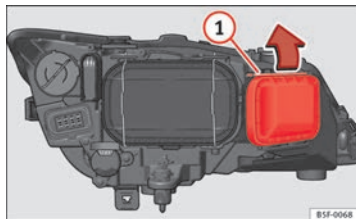

Fig. 142 Ampoule du clignotant
- Déplacez le tirant ⇒ fig. 142 ① dans le sens de la flèche puis retirez le cache.